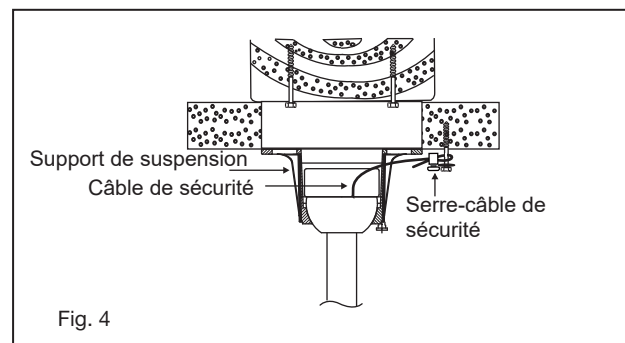

Fig. 4
- 8 Fixez l'auvent au support de suspension en insérant les ouvertures du logement de clés de l'auvent sur les vis du support de suspension (Fig.4), et tournez le ventilateur vers la droite pour engager les vis dans le logement de clés.
- 9 Soulevez la boule / tige de suspension / ventilateur dans l'ouverture du support de suspension. REMARQUE: La languette opposée à l'ouverture du support de suspension doit s'insérer dans la fente de la boule. (Fig.4)
Fixez le tire-fond et la rondelle plate à la solive du plafond. Fixez le câble de sécurité au tire-fond. Faites glisser le serre-câble sur le câble de sécurité (du ventilateur). Placez l'extrémité du câble à travers le tire-fond. Tirez autant de câble que possible sur le tire-fond. Introduisez l'extrémité du câble dans le trou de serrage et serrez fermement la vis (Fig.4). Coupez l'excédent de câble de sécurité.